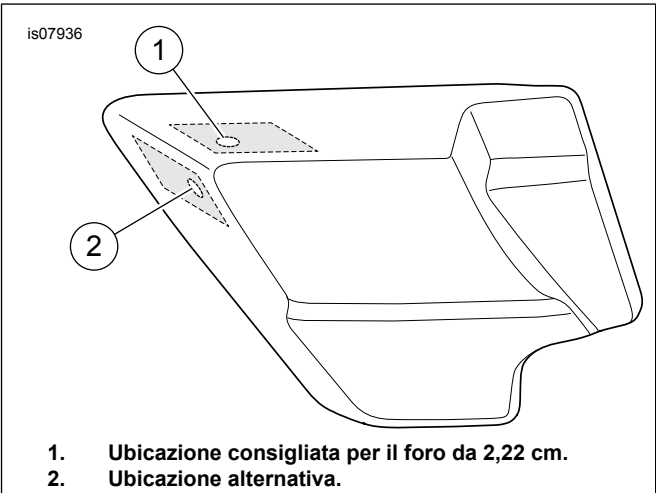

Figura 1. Coperchio di sinistra
- a. Individuare una posizione adatta in uno dei due coperchi per montare la presa di corrente. Utilizzare le posizioni annotate su Figura 1. Si consiglia la superficie superiore vicino all'angolo anteriore. Nel Figura 1 è indicata una posizione alternativa sulla superficie anteriore/laterale, che potrebbe non essere praticabile in ragione della vicinanza al tubo di scarico.